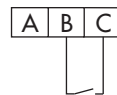

Fig. 15: Ligações elétricas
3. Ligue os fios aos terminais, como mostrado no esquema de ligações para os terminais (consulte Fig. 15 na página 53).